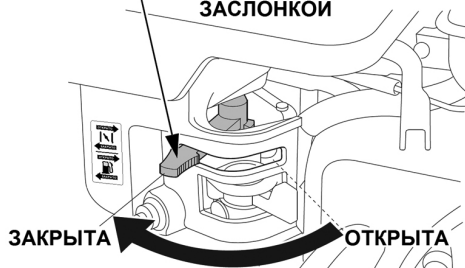

Рис. 15 Рычаг управления воздушной заслонкой
3. Закройте воздушную заслонку карбюратора. Для этого переведите рычаг управления воздушной заслонкой в крайнее левое положение (Рис. 15).